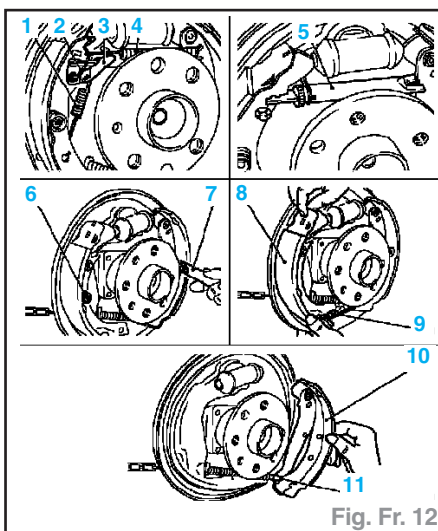

Fig. Fr. 12
- Décrocher le ressort (4), démonter l'étrier (2), décrocher le levier (3) avec le ressort (1), écarter un peu les mâchoires et déposer l'unité de rattrapage (5), déposer les coupelles (6), déposer la mâchoire AV (8) et (10) en décrochant le câble de frein à main (Fig. Fr. 12).